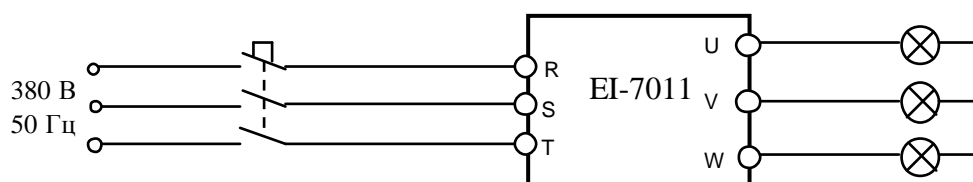

Рис. 4.24. Подключение ПЧ к сети 3ф 380В
4.11.1. Подключить три лампы к выходным клеммам U, V, W преобразователя частоты. Подать питание ~380 В 3Ф (рис. 4.24).